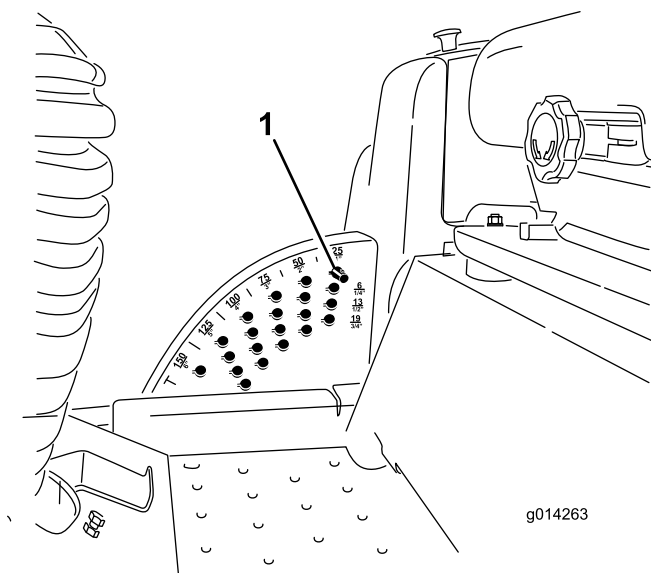

Figura 21
1. Con el motor en marcha, presione hacia atrás el interruptor de elevación de la carcasa hasta que la carcasa de corte esté elevada del todo y **suelte el interruptor inmediatamente**, como se muestra en la Figura 21.
2. Gire el pasador de altura de corte hasta que el nervio quede alineado con las ranuras de los taladros del soporte de altura de corte, y retire el pasador (Figura 21).
3. Seleccione un taladro del soporte de altura de corte que corresponda a la altura de corte deseada, inserte el pasador y gírelo para bloquearlo en esa posición (Figura 21).
Nota: Hay cuatro filas de taladros (Figura 21). La fila superior corresponde a la altura de corte impresa encima del pasador. La segunda fila corresponde a la altura impresa más 6 mm (1/4"). La tercera fila corresponde a la altura impresa más 12 mm (1/2"). La fila inferior corresponde a la altura impresa más 18 mm (3/4"). Para la posición de 15.8 cm (6") hay un solo taladro, situado en la segunda fila. Esta posición no añade 6 mm (1/4") a la altura de 15.8 cm (6").